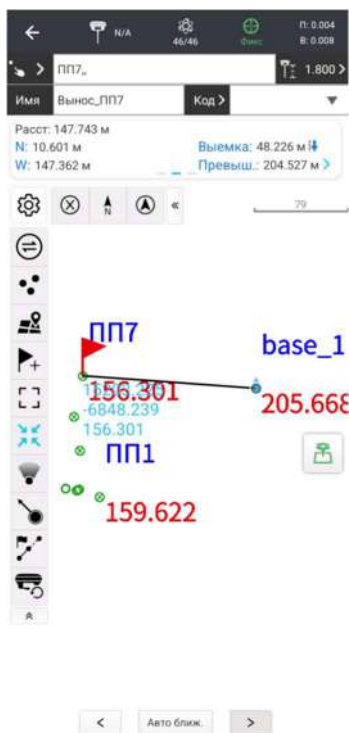
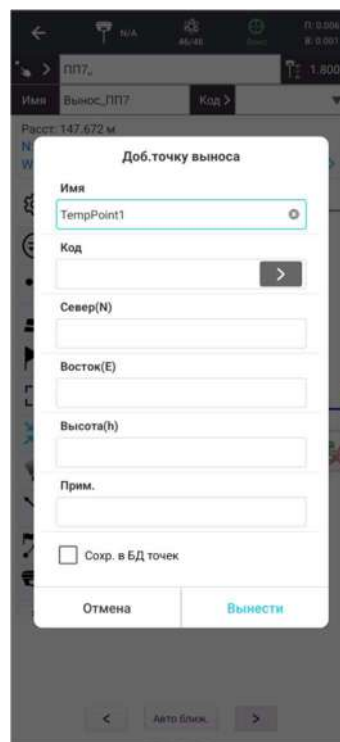

Рисунок 4.6.2
Рисунок 4.6.3
2. Также возможно выбрать необходимую точку непосредственно на экране в меню выноса (Рисунок 4.6.2) или создать ее и сохранить в **БД точек**, нажав кнопку (Рисунок 4.6.3).